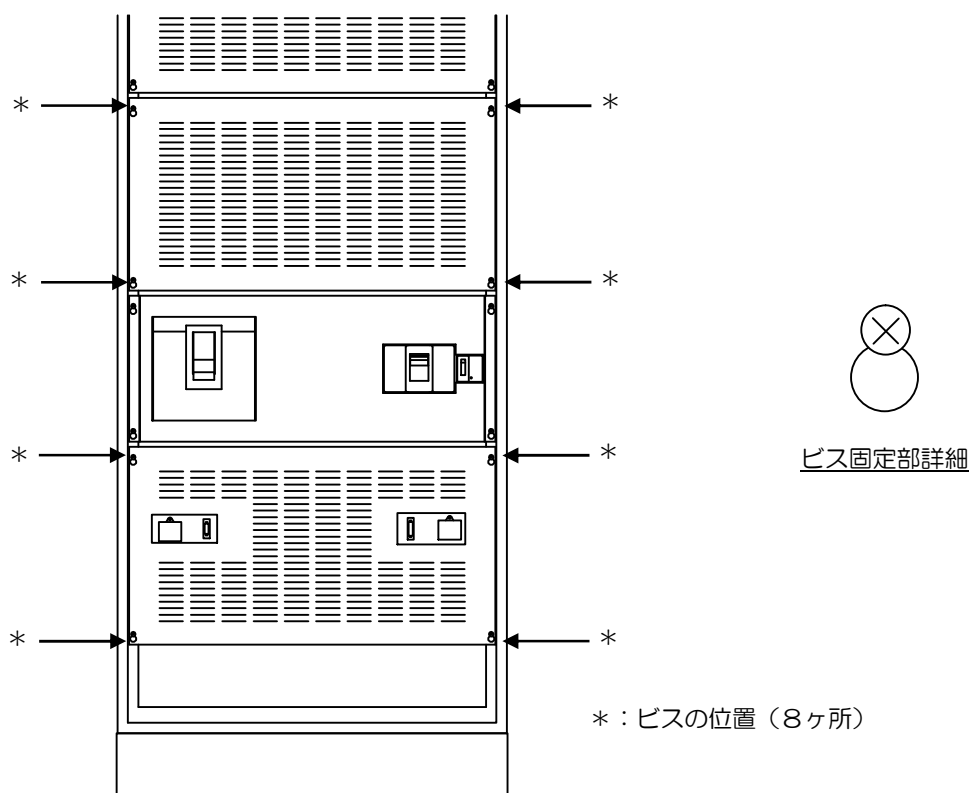

図12. 1 内部カバー中、下ビス止め位置
- ①パワーコンディショナが運転または待機状態の場合はパワーコンディショナ正面の「運転／停止」スイッチを押して停止させてください。
- ②正面扉を開けて太陽電池入力遮断器（MCCB 5 1）をOFFしてください。続いて、連系出力遮断器（MCCB 1 1）をOFFしてください。
- ③接続箱（パワーコンディショナの外部に設置されている機器）内などにある遮断器等を全てOFFし、全ての太陽電池入力回路を必ず切り離してください。
- ④分電盤（パワーコンディショナの外部に設置されている機器）内などにある連系点の遮断器等をOFFし、商用電力系統と必ず切り離してください。
- ※ ③、④については必ず実施し、切り離されていることを確認してください。
- ⑤図12. 1を参照してビス（\*部：8ヶ所）を緩め、内部カバー下と内部カバー中を上を持ち上げて外してください。内部カバー下と内部カバー中のビス固定部はダルマ穴加工となっているため、ビスを外す必要はありません。
- ⑥太陽電池入力遮断器（MCCB 5 1）、連系出力遮断器（MCCB 1 1）をONしてください。
- ⑦CN10と避雷器（ZR11、ZR51）の付いているプリント基板のアース線を外してください。
- ⑧図12. 2を参照し、パワーコンディショナ内部の測定箇所を接続し、接地端子との間の抵抗値を測定してください。
- ⑨絶縁抵抗計と⑧項で測定箇所に接続した配線をすべて外してください。
- ⑩パワーコンディショナの太陽電池入力遮断器（MCCB 5 1）、連系出力遮断器（MCCB 1 1）をOFFしてください。
- ⑪⑦項ではずしたCN10と避雷器（ZR11、ZR51）の付いているプリント基板のアース線を元の通り接続してください。
- ⑫内部カバー下と内部カバー中を元の通りに取付けてください。